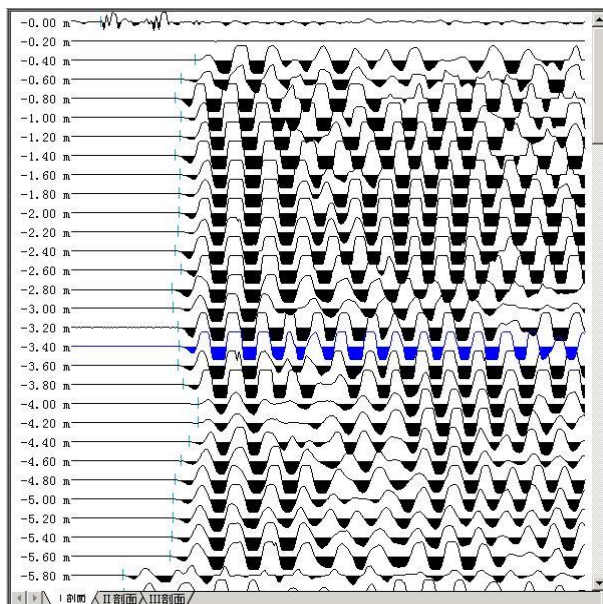

图 4.25 波形列表区
C) 波列窗口。用于显示当前检测面的波列及各个波形对应的深度。当鼠标在波列窗口中滑动时,经过某一波形时该波形颜色变成蓝色,且鼠标变成手形,表示此波形处于可选状态,此时如果单击鼠标左键,则该波形颜色变成红色,表示该波形被选中,同时该波形显示在单波分析窗口中并可以对该波形进行分析,通过选择窗口下面的标签,可以在不同的几个检测面之间切换(如图 4.25)。